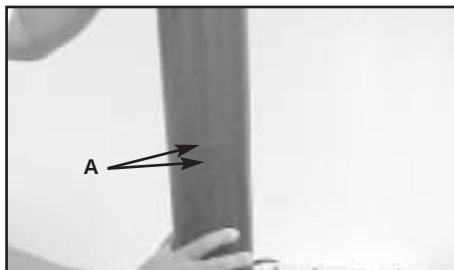

FIG. 4-1A
1. Twist two vacuum tubes till the arrow (A) marks meet each other. (Fig. 4-1A)
1. Insérer les 2 tubes d'aspiration ensemble et tourner jusqu'à ce que les flèches se rencontrent. (Fig. 4-1A)
1. Gire los dos tubos de aspirado hasta que la flecha marca (A) se alinien una con la otra. (Fig. 4-1A)